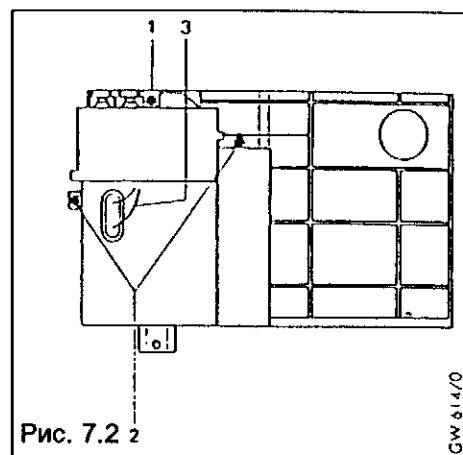
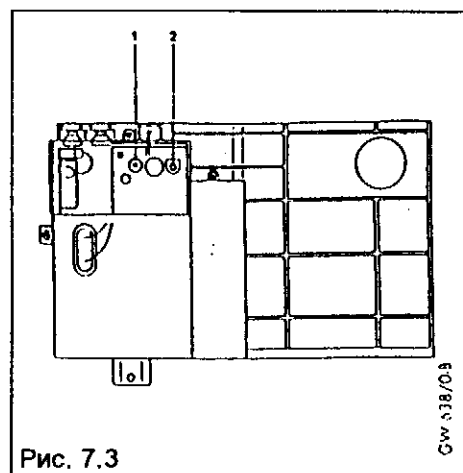

Рис. 7.2
Рис. 7.3
- Отвинтить винт (1, рис. 7.2) и снять крышку подсоединительной коробки. Теперь открыт доступ к потенциометру для настройки (2, рис. 7.3).
- Установить потенциометром (2, рис. 7.3) давление на соплах.